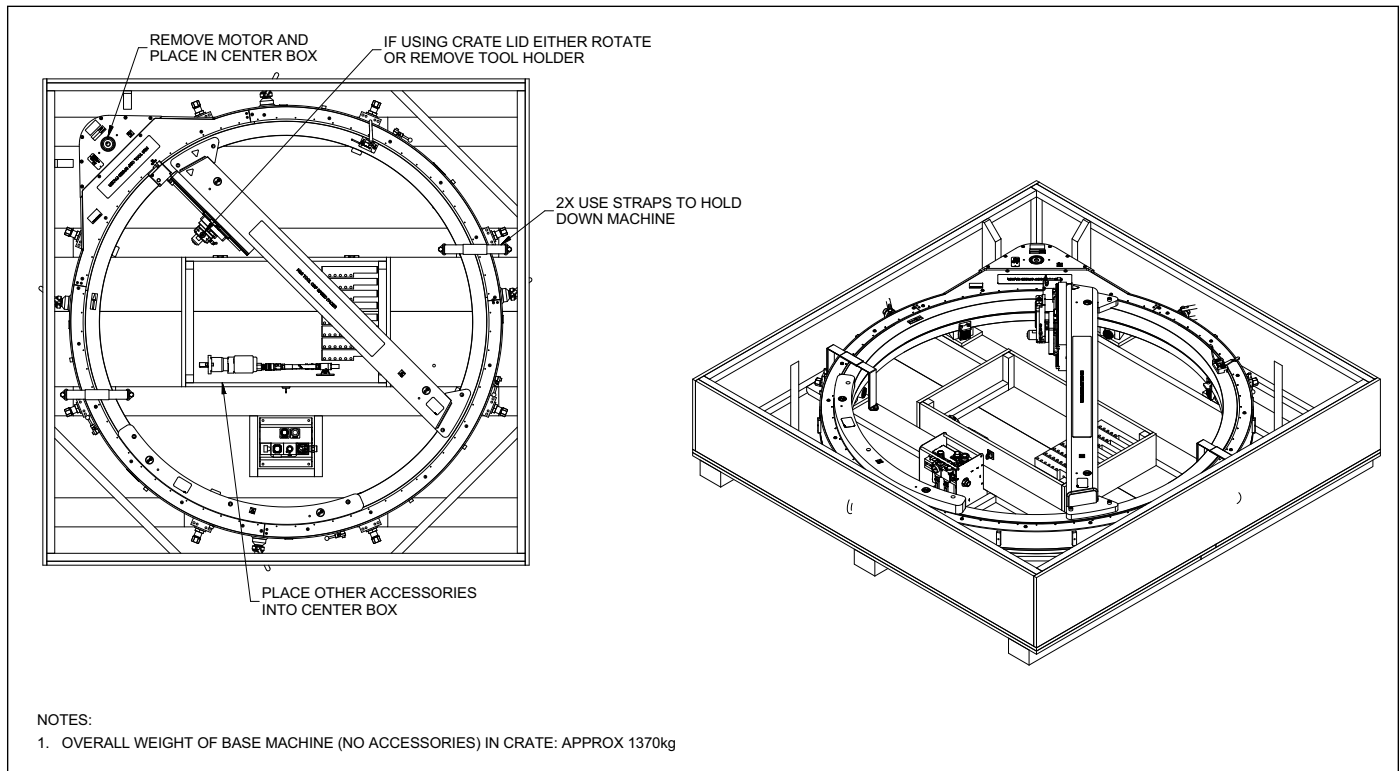

FIGURE 6-1. CAISSE DE LA ODF70
7. Entrez la ODF70 Speed Facer dans sa caisse d'expédition d'origine (voir Figure 6-1).
La ODF70 Speed Facer peut être expédiée dans son conteneur d'expédition d'origine, comme le montre la Figure 6-1.